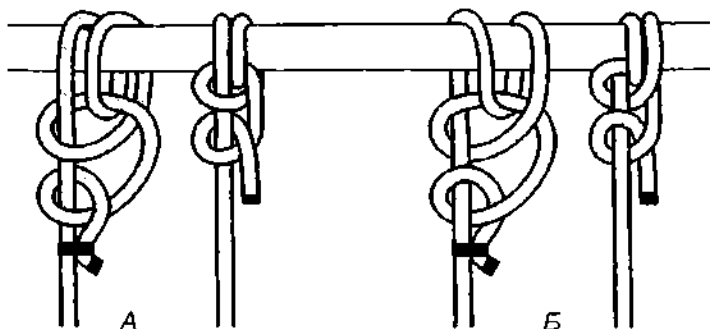

Рис. 540. *Рыбацкий штык*. А – правый *рыбацкий штык*; Б – левый *рыбацкий штык*, вид сзади.
*Рыбацкий штык* – это *кровавый узел* (*двойной простой узел*), завязанный на опоре с контрольными полуштыками, он же *гафельный узел* с контрольными полуштыками (рис. 540). *Рыбацкий штык* чрезвычайно прочный узел. Это один из самых лучших узлов для крепления каната к небольшим якорям. *Рыбацкий штык* можно вязать на любых по материалу и свойству тросах и даже на тонкой синтетической леске.